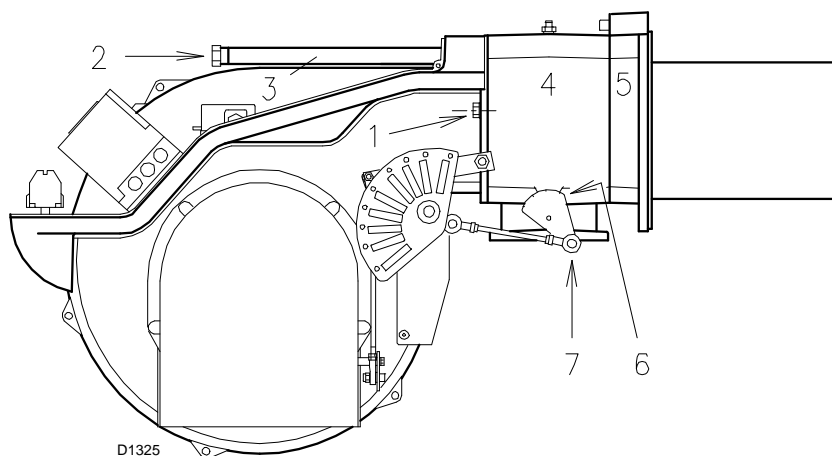

图 17
- 插好探针及电极电缆，然后将燃烧器推到管路连接处至图 17 所示位置；